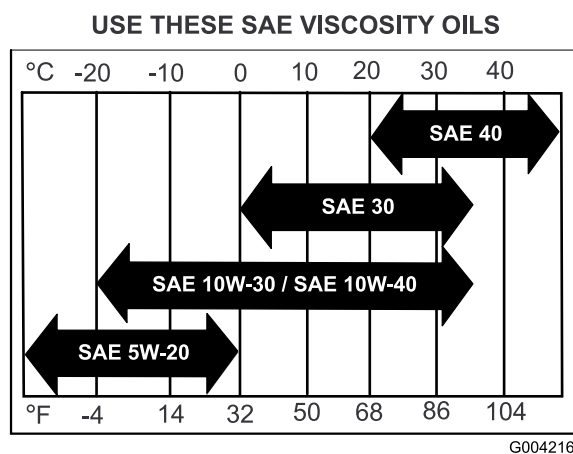

Figure 26
**Viscosité :** Voir le tableau (Figure 26).